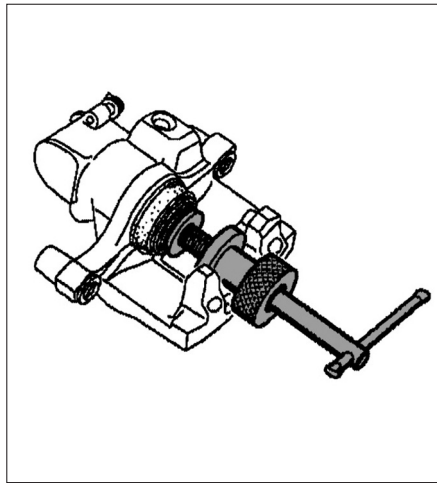

FIG. 15
- repousser le piston d'étrier de frein jusqu'en butée à l'aide d'un outil adapté (outil Renault Fre.1190-01 (Fig.15) ou Facom DF.6).
- repousser le piston de l'étrier au fond de son logement à l'aide d'un outil adapté (outil Renault Fre.1190-01 (Fig.15) ou Facom DF.6).